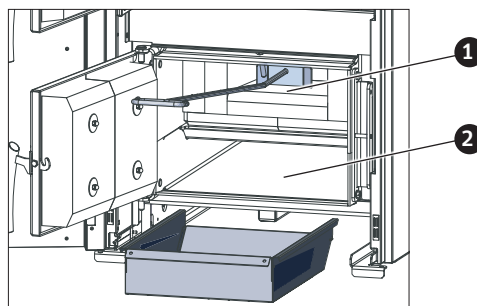

Fig. 59 Asche aus der Brennkammer und Ascheraum entfernen
- ▶ Aschelade unter die Aschetür (untere Tür) stellen. Aschetür öffnen und die angefallene Asche vollständig aus der Brennkammer und dem Ascheraum entfernen – Fig. 59.